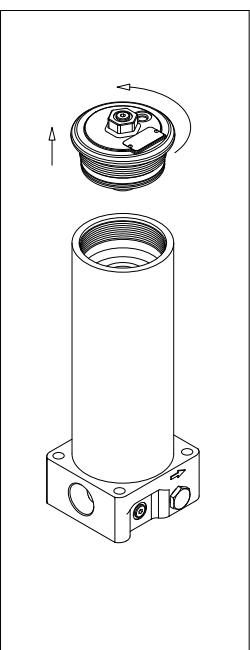

fig. 5
- (Fig. 5) Svitare il coperchio contenitore